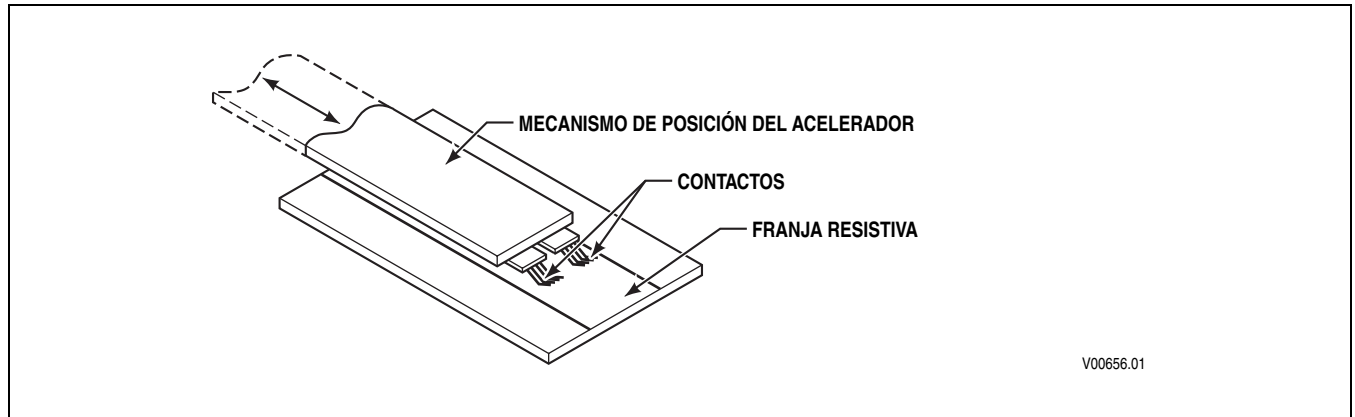

Figura F-1. Posición del acelerador para la conversión de voltaje
1. Para comunicar adecuadamente la posición del acelerador al TCM, el sensor de posición del acelerador debe convertir el movimiento mecánico a eléctrico para que el TCM lo pueda comprender. Para lograr esto, los contactos se mueven a través de una banda resistiva que se encuentra dentro del sensor, la cual convierte la posición en voltaje (Figura F-1).